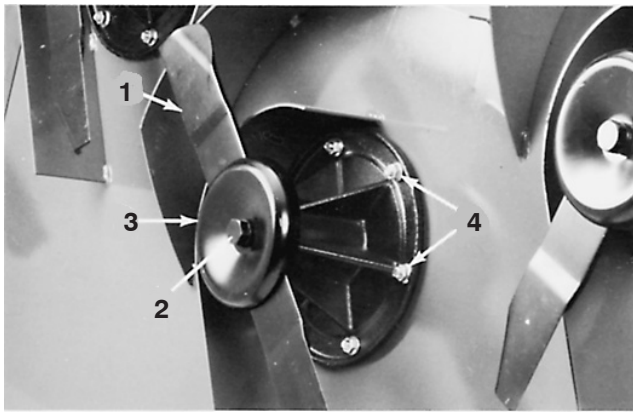

Figure 63
2. Tenez l'extrémité de la lame avec un chiffon ou un gant épais. Enlevez le boulon, la rondelle-frein, la coupelle de protection et la lame de l'ensemble axe de pivot (Fig. 63).